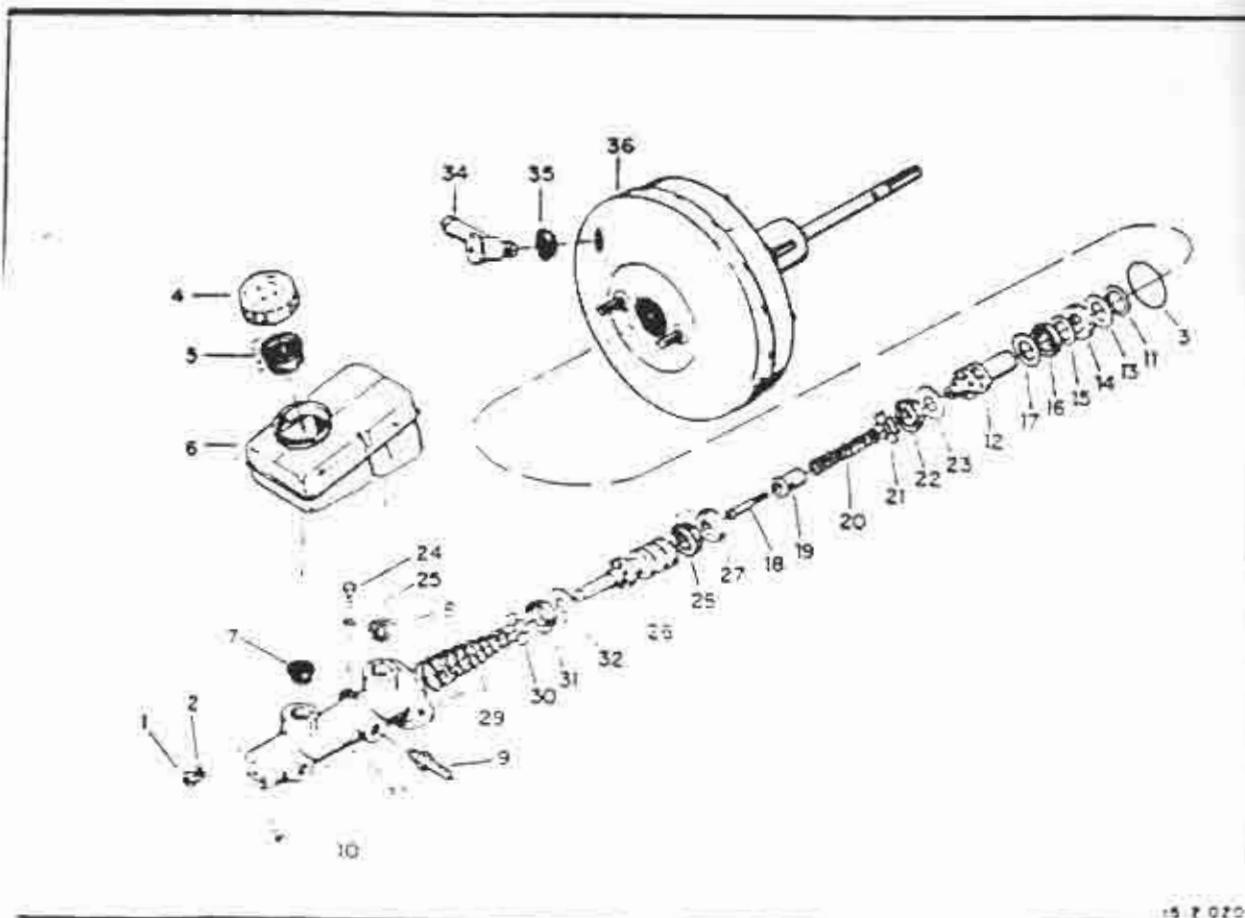

FIGURA 2
2. Desconectar a fiação elétrica do interruptor (9) da luz de freio. Ver figura 2.
3. Desconectar o tubo (1) do cilindro-mestre (3) e vedar o tubo (1) e a conexão do cilindro-mestre (3), utilizando fita adesiva para evitar que o fluido de freio se escoe.
4. Desconectar o tubo (2) do cilindro-mestre (3) e vedar o tubo (2) e a conexão do cilindro-mestre (3), utilizando fita adesiva para evitar que o fluido de freio se escoe.
5. Soltar e retirar as porcas (1), e as arruelas de pressão (2) e remover o cilindro-mestre (3) do servo-freio (36). Ver figura 2.
A montagem do cilindro-mestre deve ser efetuada, tomando-se como referência a figura 2.
1. Montar o cilindro-mestre (3) nos prisioneiros do servo-freio (36). Ver figura 2.
2. Montar as arruelas de pressão (2) e as porcas (1) nos prisioneiros do servo-freio (36), apertá-las alternadamente e aplicar-lhes um torque compreendido entre 20 e 25 N.m (2 e 2,5 kgf.m ou 14,5 e 18 lbf.ft). Ver figura 2.
5. Conectar a fiação elétrica no interruptor (9) da luz de freio. Ver figura 2.
6. Remover a tampa (4) e abastecer o reservatório (6), utilizando fluido de freio com especificação: SAE J 1703 F ou DOT-2 ou DOT-3. Ver figura 2.
8. Instalar a tampa (4) no reservatório (6).